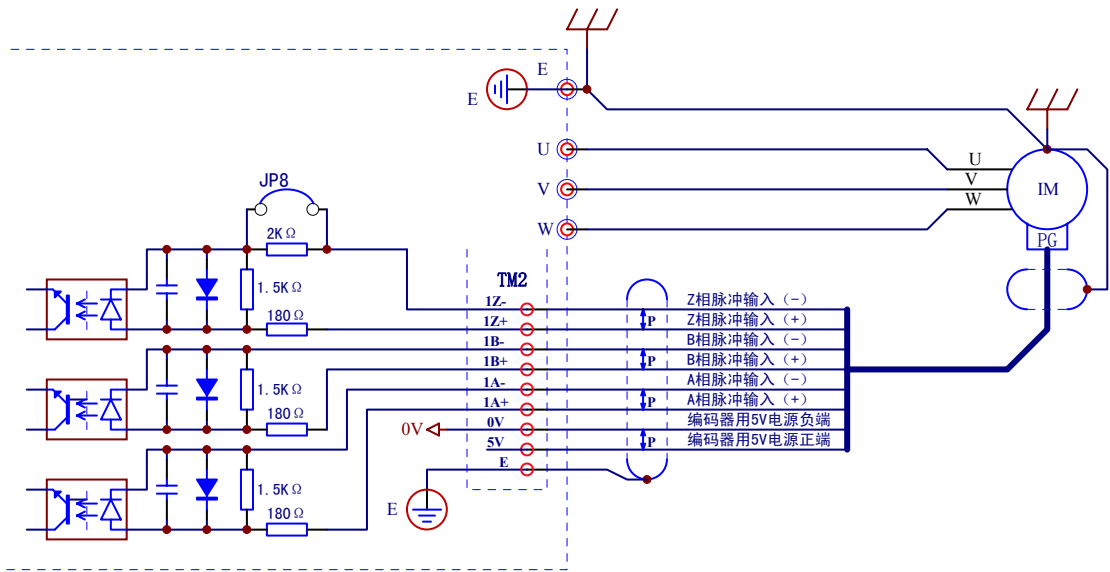

图 3.40 3.7kW~110kW 机型电机轴编码器（PG）的输入回路构成与接线
- *1 图 3.40 中，若电机端没有可靠的电线与地连接，控制器的主回路端子“E”和电机的接地端务必要通过电线可靠相连。